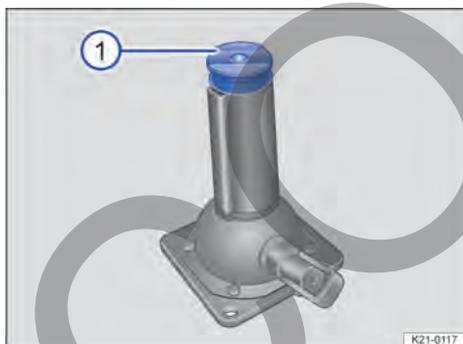
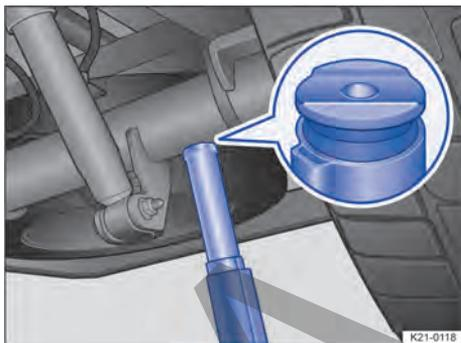

Fig. 212 Rebaje en el gato.
Fig. 213 Colocar el gato debajo del eje trasero.
Para evitar que el vehículo resbale al elevarlo, hay que colocar el gato debajo del punto de apoyo de manera que uno de los rebajes → fig. 212 ① quede longitudinalmente justo en el centro del eje trasero → fig. 213.